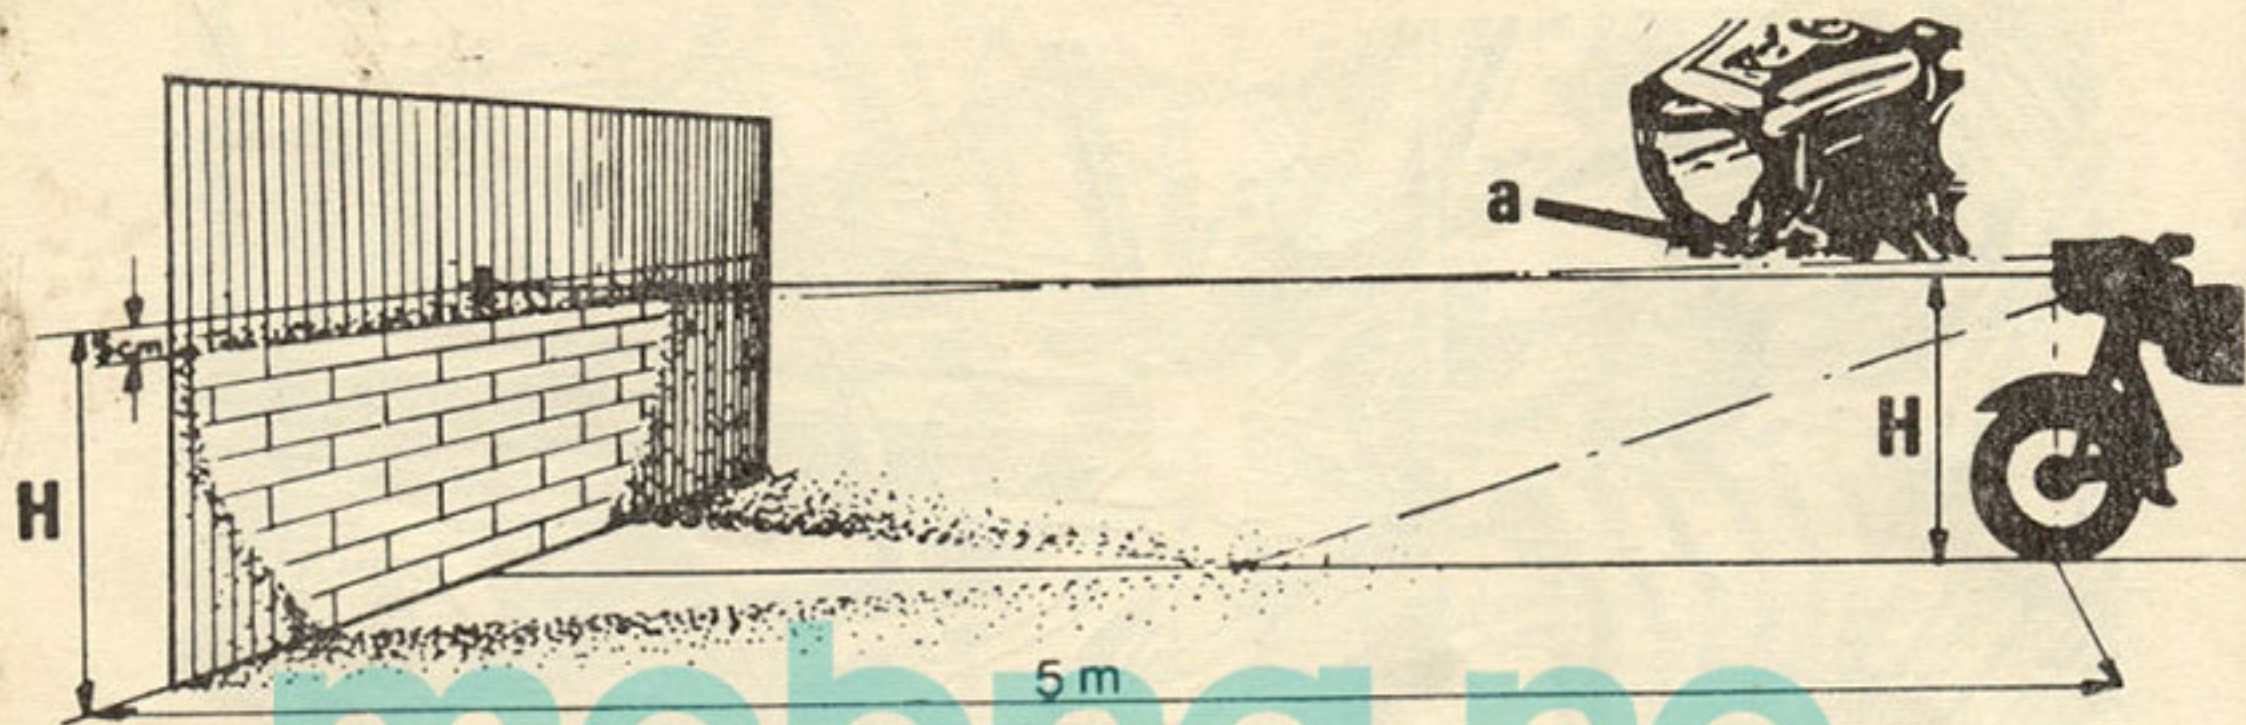

Fig. 31
Pentru a regla înălțimea fasciculului luminos acționați asupra șurubului de reglaj „a” din fig. 31 (rotind la dreapta, fasciculul coboară, rotind la stînga, fasciculul se ridică).
2. Așezați motoreta pe roți, pe o suprafață dreaptă, la 5 m. în fața unui perete, ca în fig. 31.
de pe perete situat la aceeași înălțime de sol ca și centrul farului (cota „H” din fig. 31).